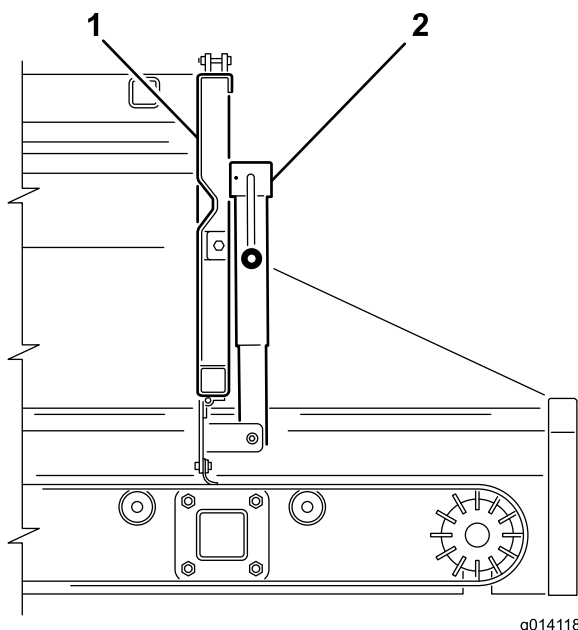
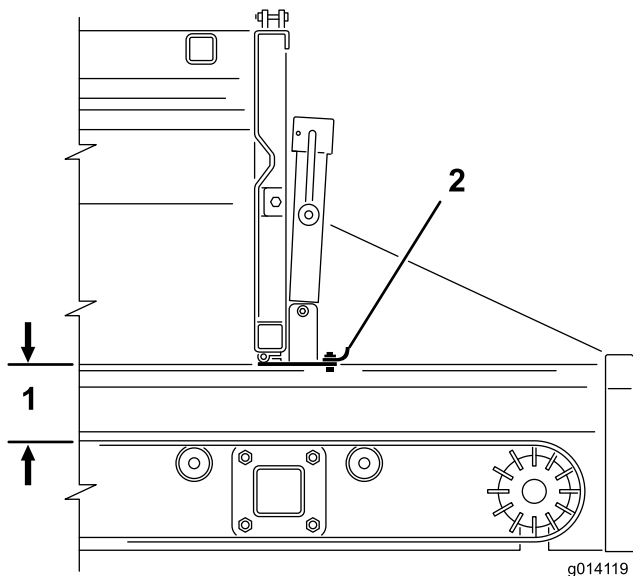

Figura 27
Figura 28
2. Utilice la manivela para abrir o cerrar la sección ajustable de la compuerta trasera (Figura 27 y Figura 28). Este restringe el flujo de material cuando se utiliza un accesorio.